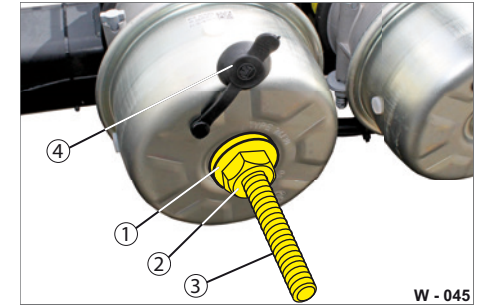

Abb. 45 Feder entspannen
- ▶ Schieben Sie die Unterlegscheibe (Abb. 45/1) auf.
- ▶ Drehen Sie die Sechskantmutter (Abb. 45/2) auf die Löseschraube (Abb. 45/3) auf.
- ▶ Drehen Sie die Sechskantmutter (Abb. 45/2) herunter.
- ▶ Ziehen Sie die Unterlegscheibe (Abb. 45/1) ab.
- ▶ Drehen Sie die Löseschraube (Abb. 45/3) um 90° und nehmen Sie diese heraus.